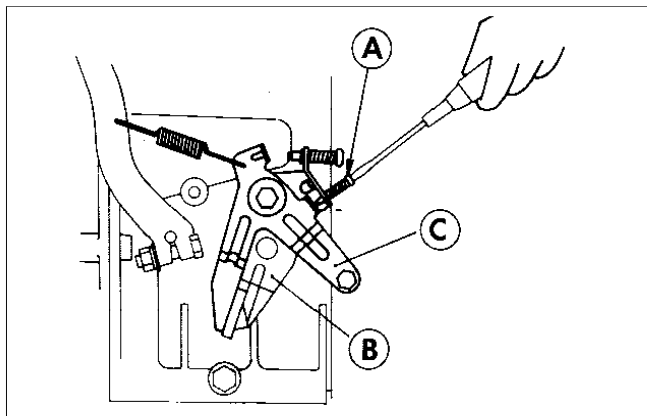
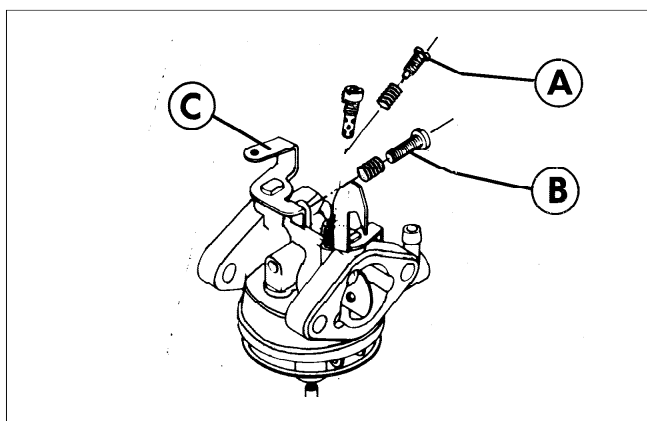

Fig.42
Fig.43
Idle setting (Fig. 42 and 43)
2. Loosen the idle screw (A Fig. 42) of speed control plate (B Fig. 42)
3. Tighten the pilot screw (A Fig. 42) of the carburettor and then screw out 1 to 1½ turns.
NOTE: DO NOT overtighten the pilot screw (A Fig. 43) as this may cause the taper point to become stepped.
4. Start the engine and set the speed control lever (C Fig. 42) to the lowest speed setting. Adjust the engine speed with the throttle stop adjusting screw (B Fig. 43) of the carburettor so that the engine maintains the lowest speed but runs fast enough to keep it running.
5. Tighten or loosen the pilot screw (A Fig. 43) to adjust the engine to the highest speed (fast idle).
6. Screw in the throttle stop adjusting screw (B Fig. 43) and with the tip of the screw touching the throttle valve (C Fig. 43) adjust until the speed reaches 625 RPM (camshaft speed).
7. Screw in the idle screw (A Fig. 42) of the speed control plate (B Fig. 42) ensuring that the idle speed does not alter.
Stationaire instelling (Afb. 42 en 43)
2. Draai de stationairschroef (A Afb. 42) van de van de plaat voor de toerenregeling (A Afb. 42) los.
3. Draai de controleschroef (A Afb. 42) van de carburateur vast en vervolgens 1 tot 1½ slag terug.
LET WEL: De controleschroef (A Afb. 43) NIET te strak aanhalen omdat hierdoor de tapse punt getrap kan worden.
4. Start de motor en zet de hendel voor de toerenregeling (C Afb. 42) in de laagste toerenafstelling. Stel het toerental van de motor af met de stopstelschroef (B Afb. 43) voor de regelklep van de carburateur zodat de motor op zijn laagste toerental draait, maar snel genoeg om te blijven lopen.
5. Maak de controleschroef (A Afb. 43) vaster of losser om de motor tot het hoogste (snel stationaire) toerental af te stellen.
6. Draai de stopstelschroef voor de regelklep (B Afb. 43) naar binnen en dan met de punt van de schroef de regelklep (C Afb. 43) aanrakend de regelklep afstellen tot het toerental 625 omw/min (toerental nokkenas) bereikt.
7. Draai de stationair schroef (A Afb. 42) van de plaat voor de toerenregeling (B Afb. 42) naar binnen, maar zorg ervoor dat het stationaire toerental niet verandert.
Réglage du Ralenti (Fig. 42 et Fig. 43)
2. Desserrer la vis de réglage du ralenti (A Fig. 42) sur la plaque de commande de la vitesse (B Fig. 42).
3. Serrer la vis à tête à téton (A Fig. 42) du carburateur puis desserrer de un à un tour et demi.
NOTE: NE PAS trop serrer la vis à tête à téton (A Fig. 43) au risque d'étager le point conique.
4. Démarrer le moteur et placer la manette de commande de vitesse (C Fig. 42) sur la vitesse la plus faible. Ajuster la vitesse du moteur par la vis de réglage d'arrêt des gaz (B Fig. 43) du carburateur afin que le moteur maintienne la vitesse la plus faible tout en allant suffisamment vite pour continuer à tourner.
5. Serrer ou desserrer la vis à tête à téton (A Fig. 43) pour régler le moteur à la vitesse la plus rapide (ralenti rapide).
6. Visser la vis de réglage d'arrêt des gaz (B Fig. 43) et avec l'extrémité de la vis sur le papillon des gaz (C Fig. 43), régler jusqu'à ce que la vitesse atteigne 625 t/min (vitesse de l'arbre à cames).
7. Resserrer la vis de réglage du ralenti (A Fig. 42) sur la plaque de commande de la vitesse (B Fig. 42) en s'assurant que la vitesse du ralenti ne change pas.